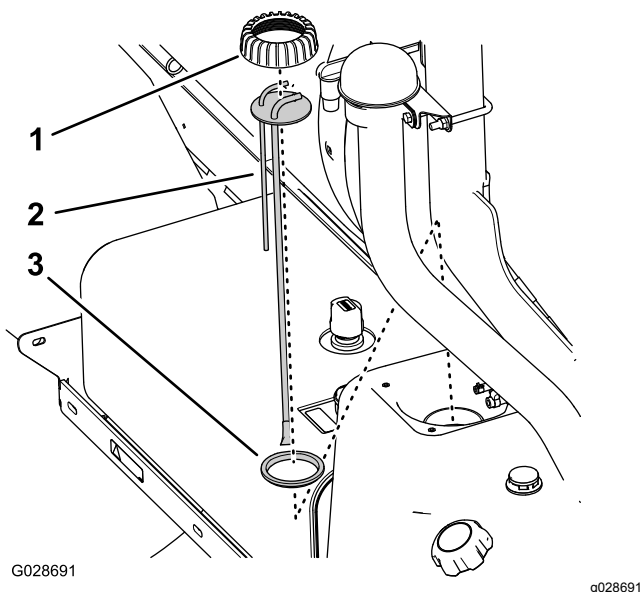

Figure 77
5. Tournez le bouchon du tuyau vertical/transmetteur de carburant dans le sens antihoraire pour le retirer (Figure 77).
6. Soulevez et déposez le tuyau vertical/transmetteur de carburant du réservoir de carburant (Figure 77).
1. Placez le bouchon sur le tuyau vertical et le tuyau vertical sur le joint (Figure 77).
2. Alignez le bouchon, le tuyau vertical et le joint, et insérez l'ensemble avec précaution dans le réservoir de carburant (Figure 77).
3. Vissez le bouchon sur le goulot du réservoir de carburant et serrez-le à la main (Figure 77).